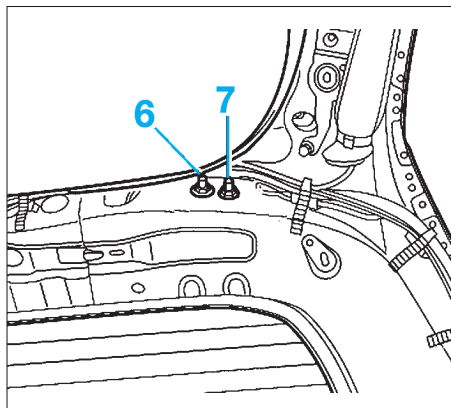

FIG. 75
- Déposer les écrous (6) et (7) (Fig.75).